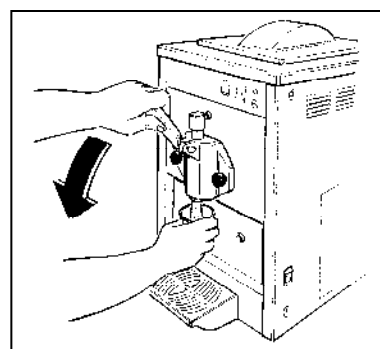

Fig. 13
- Vider le cylindre et répéter les mêmes opérations jusqu'à ce soit que l'eau qui sorte soit limpide (fig.13).